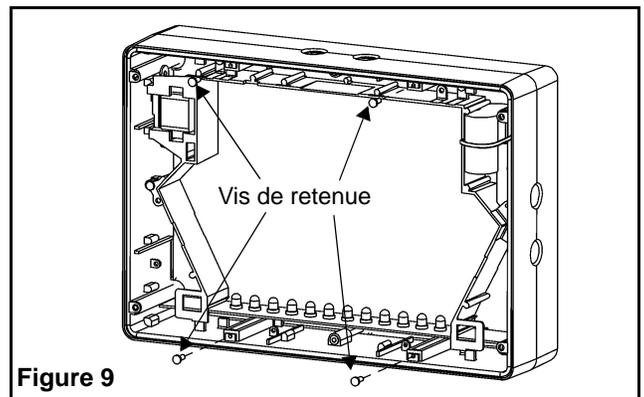

Figure 9
3. Installer les vis de retenue du panneau arrière (voir figure 9)